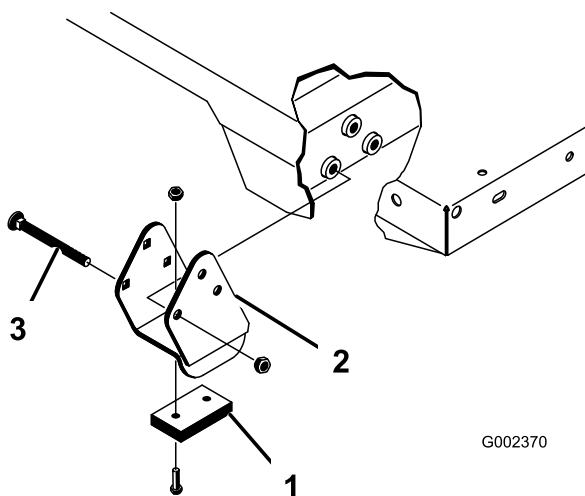

Figura 37
Nota: Asegúrese de instalar los espaciadores y las pletinas de desgaste (Figura 37) con las cabezas de los pernos de cuello cuadrado dentro de la máquina.
2. Coloque la plataforma con cuidado sobre el bastidor del vehículo, alineando los taladros de las placas de giro traseras con los taladros del bastidor e instale 2 pasadores con chavetas (Figura 37).
3. Con la plataforma bajada, fije cada varilla de cilindro a la ranura correspondiente de las chapas de montaje de la plataforma con un pasador y una chaveta. Inserte el pasador desde la parte exterior de la plataforma, con la chaveta hacia fuera (Figura 37). Las ranuras traseras son para la instalación de la plataforma completa, y las delanteras son para la instalación de la plataforma de 2/3.